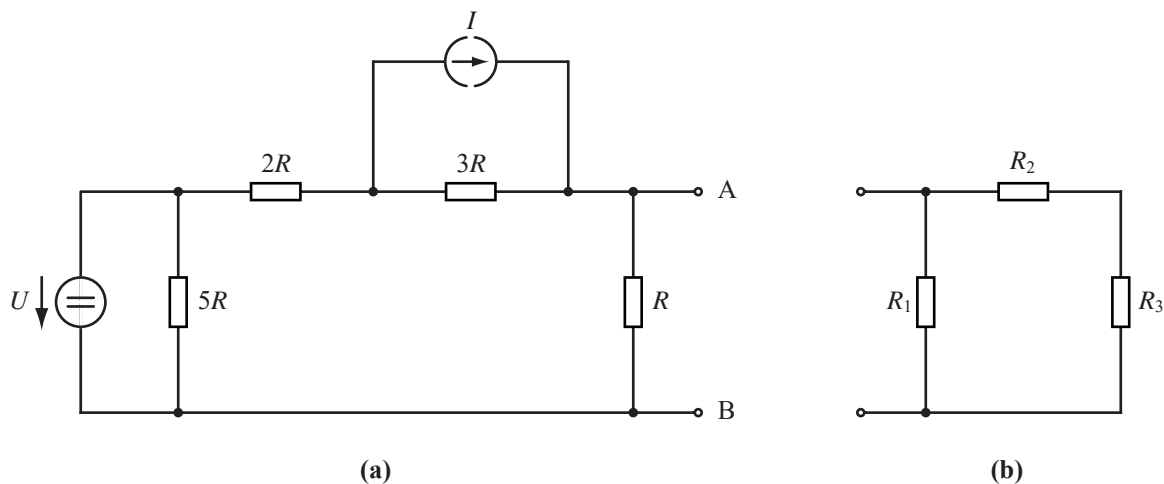

Fig. 2: Gleichstromschaltung (a) und Belastungsnetzwerk (b).
Gegeben ist eine Gleichstromschaltung gemäss **Fig. 2 (a)**, die aus der Stromquelle $I = 3\text{ A}$, der Spannungsquelle $U = 12\text{ V}$ und vier Widerständen besteht. Der jeweilige Widerstandswert ist ein ganzzahliges Vielfaches des Grundwertes $R = 12\ \Omega$.
- a) Zeichnen Sie für die Gleichstromschaltung in **Fig. 2 (a)** zunächst das elektrische Ersatzschaltbild einer Ersatzspannungsquelle mit Innenwiderstand bezüglich der Klemmen A und B. Berechnen Sie dann algebraisch den Innenwiderstand R_E und die Leerlaufspannung U_E dieser Ersatzspannungsquelle als Funktion von R , I und U .
An den Klemmen A und B der Gleichstromschaltung wird ein Belastungsnetzwerk gemäss **Fig. 2 (b)** angeschlossen. Es besteht aus den beiden Widerständen $R_1 = 20\ \Omega$ und $R_2 = 11.5\ \Omega$ sowie dem unbekannten Widerstand R_3 .